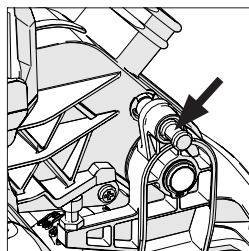

Fig. 15
- Accertarsi che la testa da taglio sia nella posizione di blocco bassa con il perno di bloccaggio completamente inserito nel proprio alloggiamento (**vedere Fig.15**).
- Accertarsi che la testa da taglio sia nella posizione di blocco bassa con il perno di bloccaggio completamente inserito nel proprio alloggiamento (**Fig. 15**).
- Estrarre il perno di bloccaggio della testa (**Fig. 15**) permettendole di sollevarsi nella propria posizione elevata.